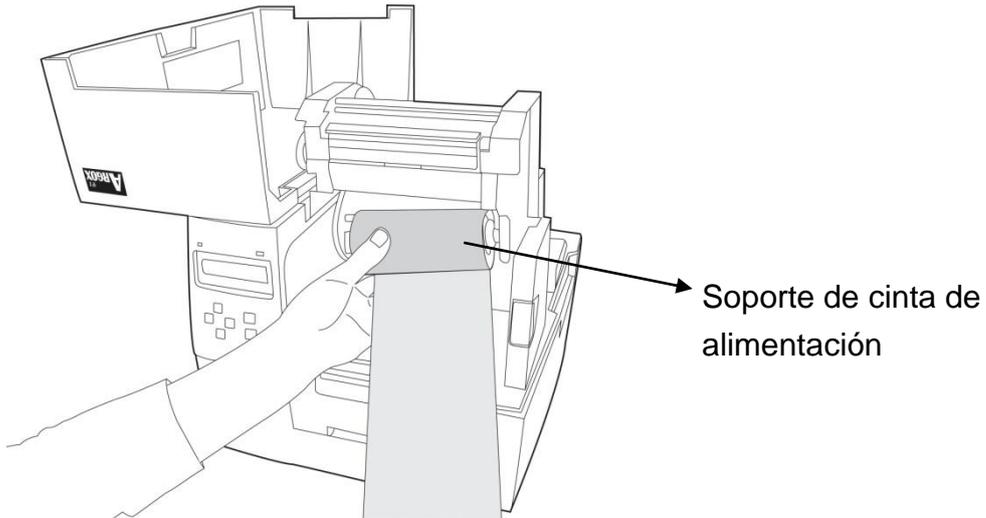

Figura 6
66. Inserte el rollo de cinta en el sujetador de cinta. Ajuste primero el lado derecho y luego el lado izquierdo. Asegúrese de que el lado del revestimiento de la cinta esté hacia abajo. (Figura 6)